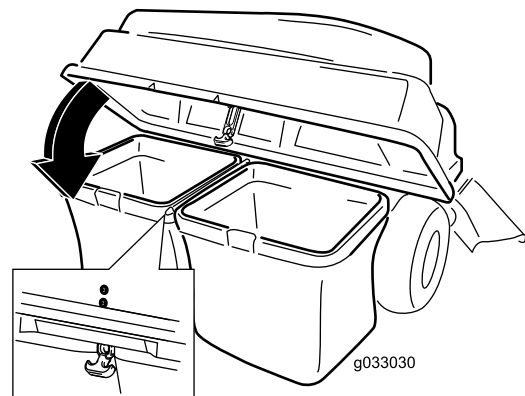

Figura 13
5. Baixe a parte superior do depósito de recolha de relva para os sacos (Figura 13).